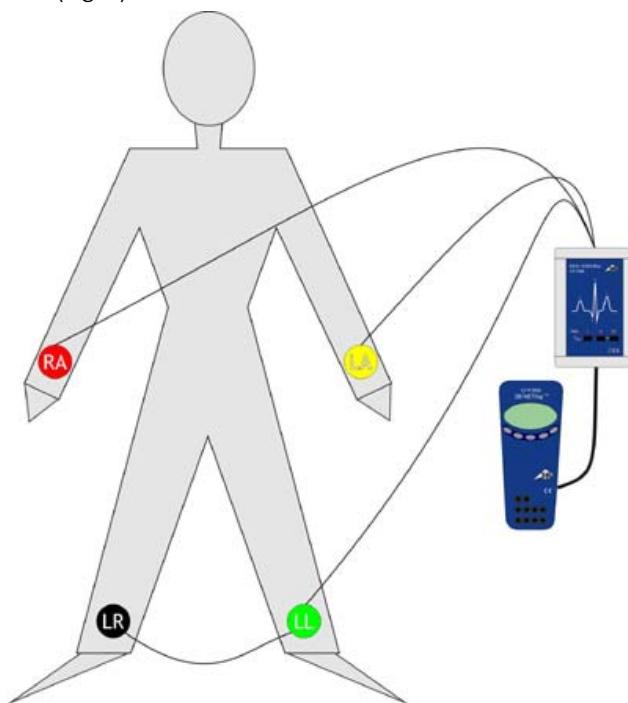

Fig. 1 Medición del ECG en una persona de prueba
- Preparación del experimento de acuerdo con la Fig. 1